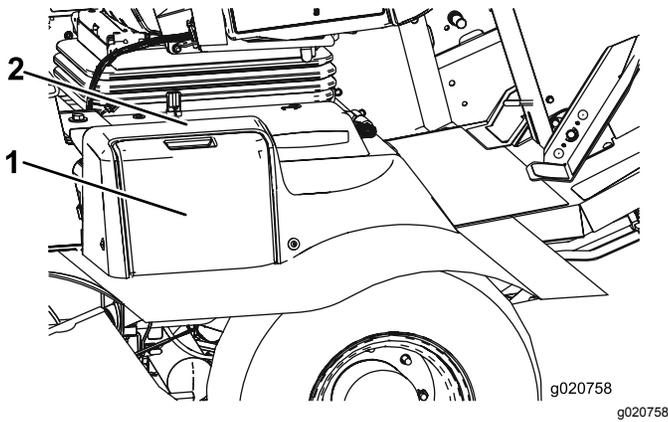

Figura 85
1. Abra la tapa de la batería, situada en el lado de la cubierta (Figura 85).
**Nota:** Presione hacia abajo sobre la superficie plana situada encima de la tapa de la batería para facilitar la apertura de la tapa (Figura 85).